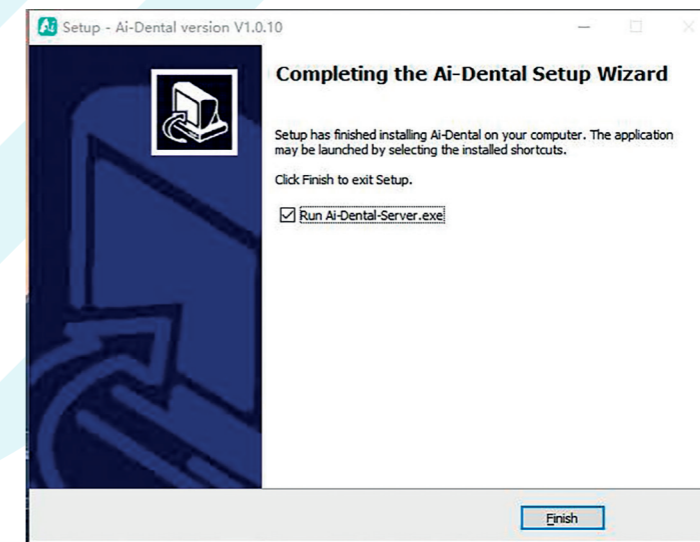

Figura 10
4.1.9 Depois de o software ser instalado, clique no botão «Finish» (Concluir), conforme mostrado na Figura 10: